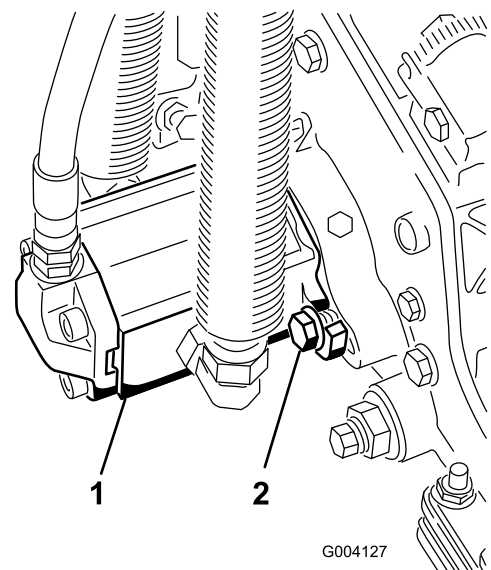

図 11
15. モータを手を持ち、右回りにひねってモータのフランジをキャップスクリュから逃がしながら、キャップスクリュにモータをセットする 図 11)。モータを左回りにひねって、キャップスクリュにフランジをしっかりと掛け、キャップスクリュを締めてモータを固定する。